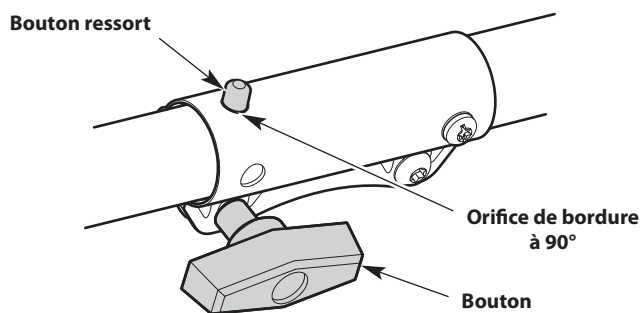

Fig. 18
1. Tournez le bouton dans le sens contraire des aiguilles d'une montre pour desserrer le coupleur (Fig. 18).
2. Appuyez et maintenez enfoncé le bouton de déclenchement (Fig. 18).
3. Tournez l'accessoire jusqu'à ce que le bouton de déclenchement s'enclenche fermement dans l'orifice de bordure à 90° (Fig. 18).
4. Tournez le bouton dans le sens contraire des aiguilles d'une montre pour serrer le coupleur (Fig. 18).